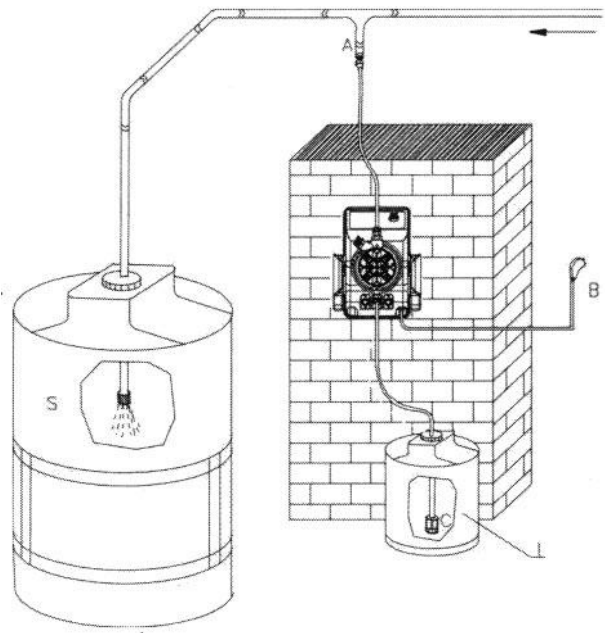

Рис. 13
6.2 – ТИПИЧНАЯ УСТАНОВКА (рис. 13)